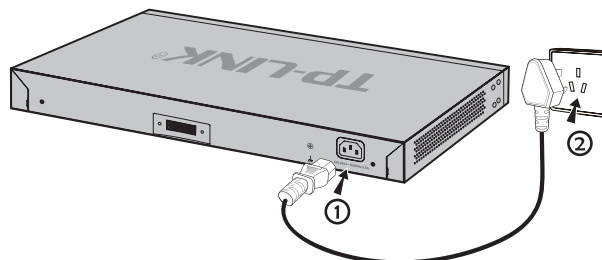

图3-6 电源线连接示意图
2. 全网行为管理控制器原装电源线连接全网行为管理控制器与电源插座，如图3-6所示。